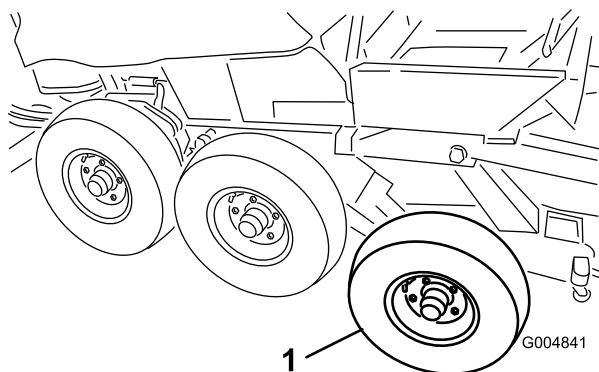

Figura 47
19. Retire los neumáticos delantero y central del conjunto de invierno (Figura 47).